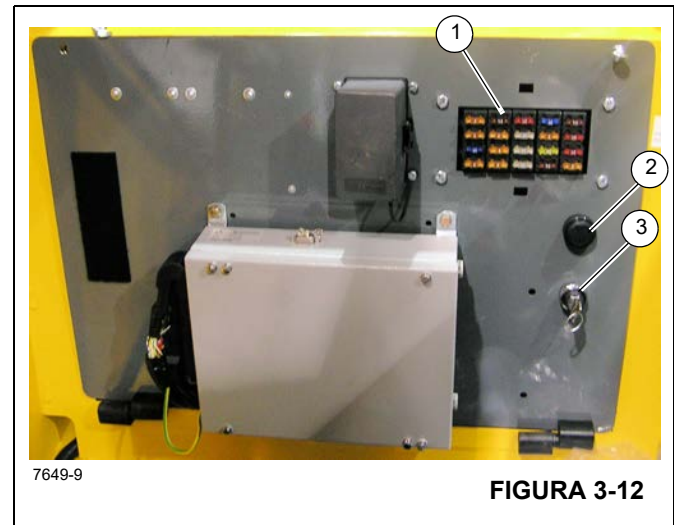

FIGURA 3-12
O sistema de carga do cilindro telescópico opera automaticamente e não requer nenhuma interação do operador. O indicador acende na cor âmbar e a campainha toca (2) (Figura 3-12) quando a lança é elevada acima de 35° e o sistema de carga do cilindro telescópico não está funcionando corretamente. Se a campainha tocar e o indicador acender, o operador deve imediatamente estender um pouco telescopicamente para carregar manualmente os cilindros telescópicos, parar a operação, então solicitar reparo do sistema conforme necessário.
O painel de fusíveis (1) (Figura 3-12) localiza-se atrás do assento da cabine no conjunto do painel de fusíveis e relés
A chave de cancelamento de emergência do RCL (3, Figura 3-12) é um contato operado por chave que está localizada dentro da cabine do operador no conjunto do painel atrás do assento. Quando acionada (girada no sentido horário), a chave cancelará e evitará que o RCL trave as três funções do guindaste (abaixamento da lança, extensão do
Números dos itens da Figura 3-12